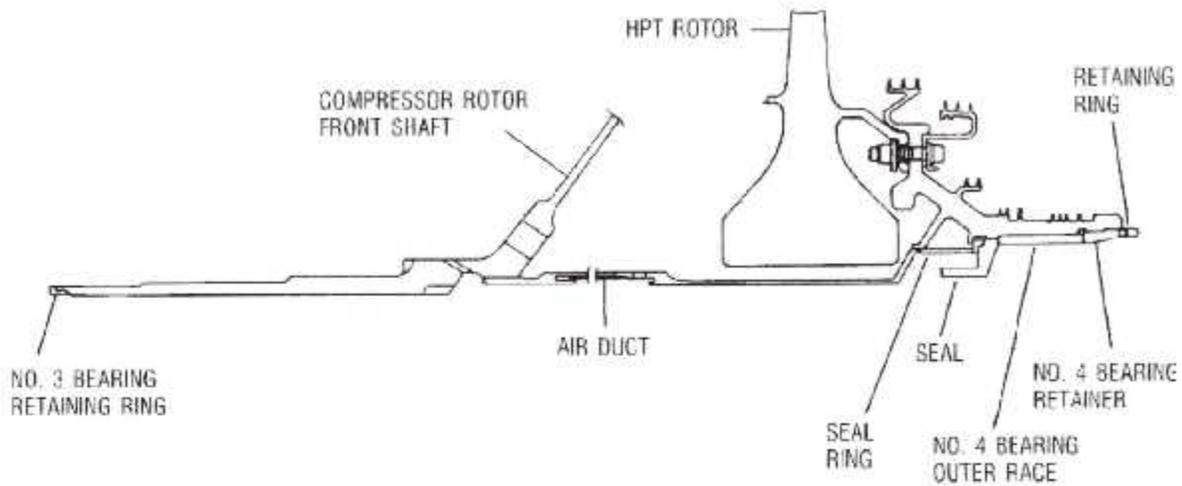

Fig. III. 79 : Enlèvement de la Broche de Retenue du Flaque de Retenue du Roulement No04
- a. On Trouve l'orifice/trou dans l'arbre arrière du HPT rotor et on enclenche/repousse la broche de retenue. On enlève la broche de retenue du flasque de retenue du roulement No. 4. (fig. III. 79)